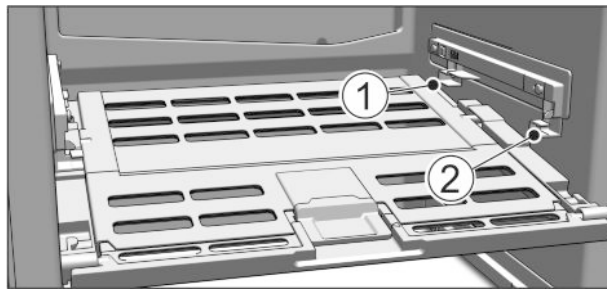

Fig. 16
- ▶ Поставяне на капака на отделението Fruit & Vegetable-Safe: Пъхнете шийките на капака отдолу в задния държач Fig. 16 (1) и фиксирайте отпред в държача Fig. 16 (2).